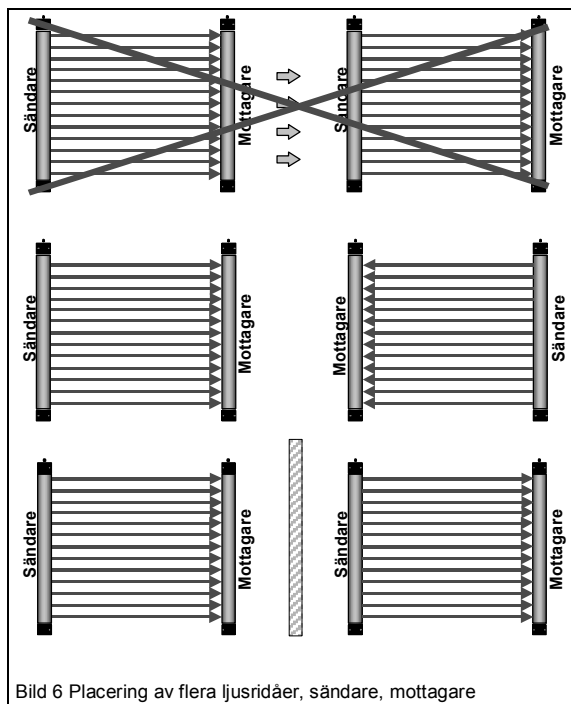

Bild 6 Placering av flera ljusridåer, sändare, mottagare
- inget sändarljus kan nå mottagare av ett annat system om man monterar flera ljusridåer intill varandra. Ljusridåerna kan möjligtvis påverka varandra. Vid hissar med två dörrar ska därför de båda dörrarnas sändar- och mottagarlister monteras ömsesidigt (Bild 6).